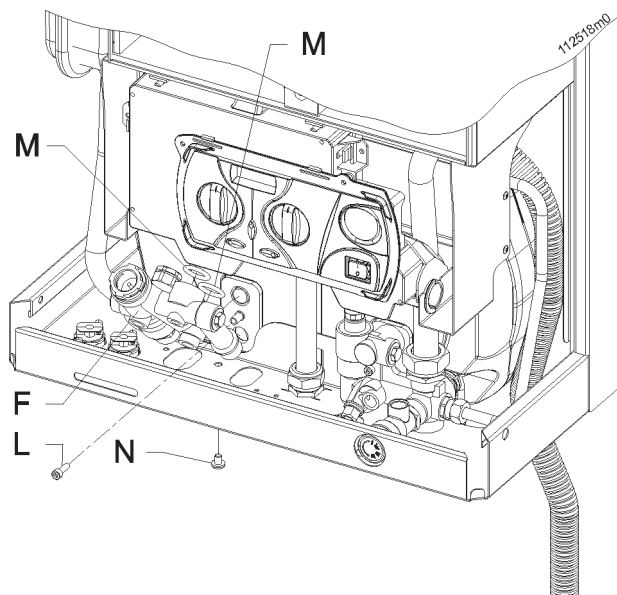

Figura 8-8 - Estrazione valvola deviatrice
- 10.- estrarre verso l'esterno tutto il blocco della valvola deviatrice "F" facendo attenzione alle guarnizioni "M" (vedi figura 8-8);